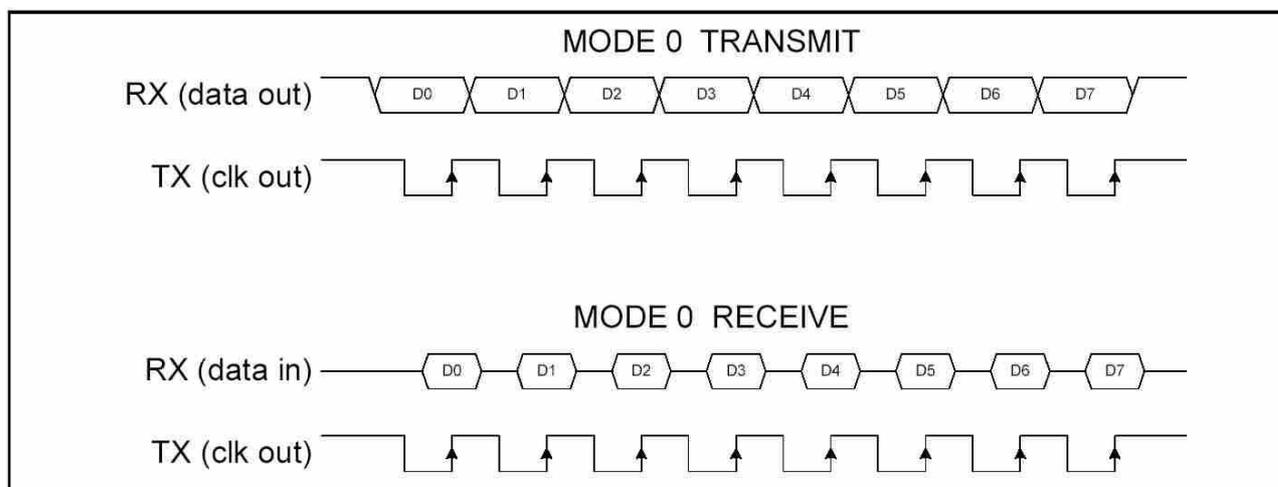

Рис.2.20. Временная диаграмма работы UART в режиме 0
**Режим 0 - Синхронный режим UART.** Режим 0 предназначен для синхронного полудуплексного обмена данными. Последовательные данные передаются и принимаются по линии RX, а линия TX предназначена для тактовых импульсов. Последовательный порт должен быть настроен, как ведущий (Master) для генерации тактовых импульсов при передаче данных в обоих направлениях. В этом режиме передаются и принимаются восемь битов (первый младший). Данные начинают передаваться сразу же после их записи в регистр SBUF. При передаче последнего бита байта устанавливается флаг TI (SCON.1). Прием байта начинается, если установлен бит REN (Receive Enable bit) (SCON.4) и обнулен бит RI (SCON.0). После завершения приема последнего бита устанавливается бит RI и прием останавливается до тех пор, пока этот бит не будет обнулен программно. Если разрешены прерывания UART, то после установки битов-флагов TI и RI генерируются соответствующие прерывания. В этом режиме линия RX работает как выход/вход "с открытым истоком", т.е. предполагается наличие внешнего подтягивающего резистора к линии напряжения питания. Рис.2.20. иллюстрирует работу UART в режиме 0.